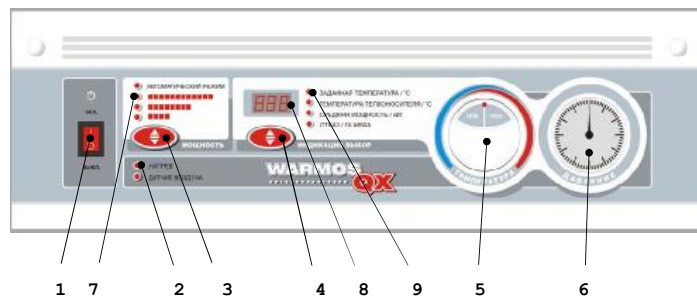

Рис. 3
4.6.1. Элементы управления расположены на панели управления Рис. 3.